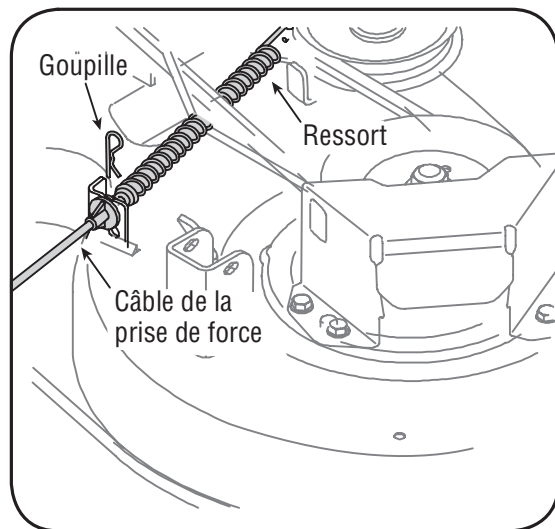

Figure 6-4
- Pour les modèles avec prise de force manuel, enlevez la goupille épingle qui maintient le câble de la prise de force sur l'arrière du plateau de coupe. Voir la Figure 6-4. Retirez le câble de la prise de force et le ressort annexe du plateau de coupe.